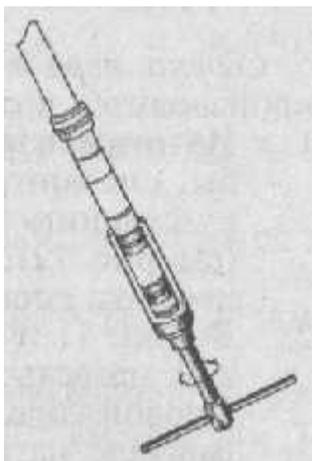

Рис. 127. Снятие направляющих втулок неподвижной трубы пера передней вилки при помощи съемника
5. Используя специальный съемник (рис. 127), снять с основной трубы пера втулки (см. рис. 72 или 73) и находящуюся между ними распорную втулку. Если съемника нет, нужно равномерно сильно нагреть втулки (по очереди, вначале нижнюю), например паяльной ампой, после чего они сами свалятся с трубы.